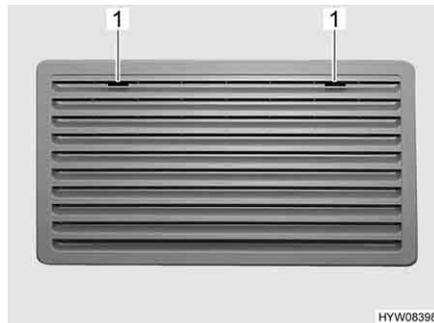
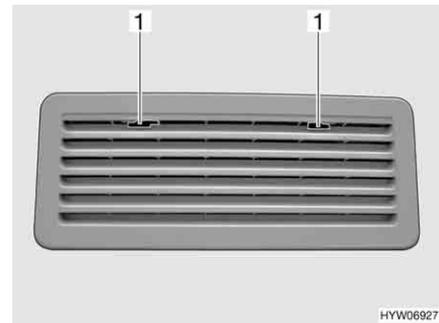

Bild 232 Kühlschrank-Lüftungsgitter (Thetford groß)
Bild 233 Kühlschrank-Lüftungsgitter (Thetford klein)
- Arretierung (Bild 232,1 oder Bild 233,1) zur Mitte schieben.